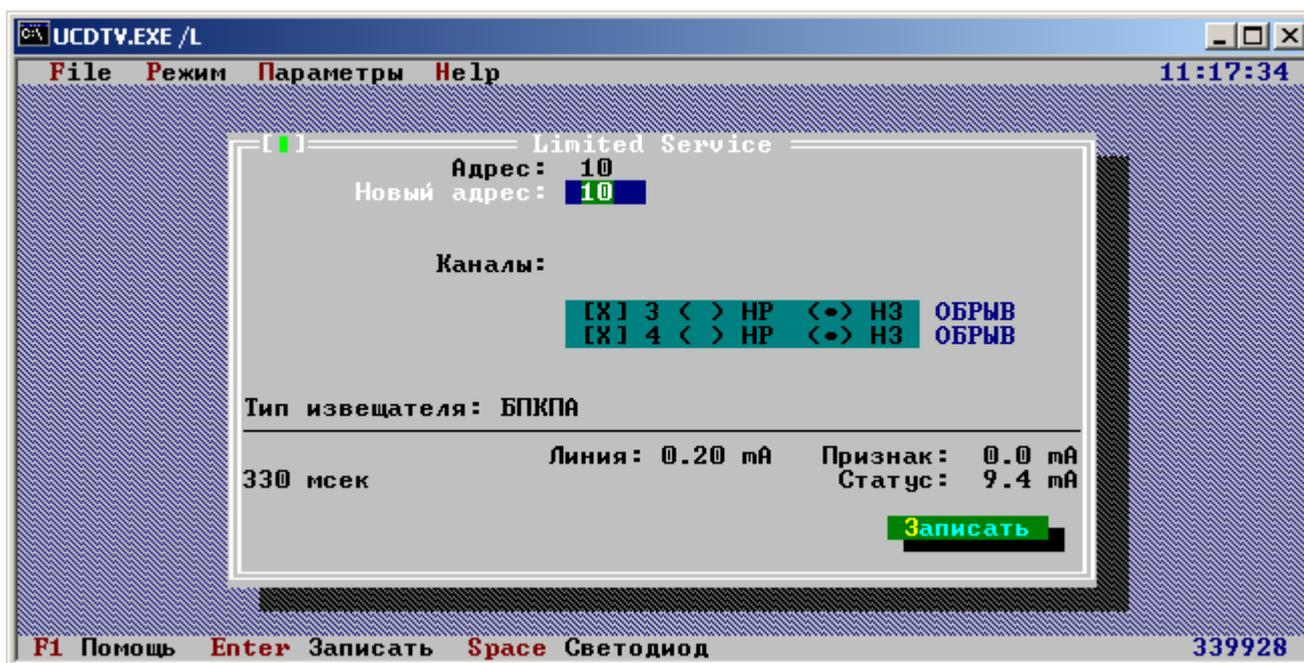

Рис.9. Диалоговое окно изменения параметров блока БПКПА, БПА
6.1.11 Для блоков БПКПА, БПА существует возможность включить или отключить любой из двух подшлейфов и изменить тип его контакта на нормально замкнутые (НЗ) или нормально разомкнутые (НР). (рис.9)